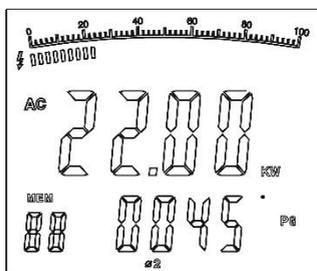

Figura 9
2. Após gravar a medição da potência de corrente da primeira fase, pressione SEL para escolher $\text{Ø}2$. A tela dupla mostra o valor kW de potência ativa e o valor PG bifásico, como na figura 9.